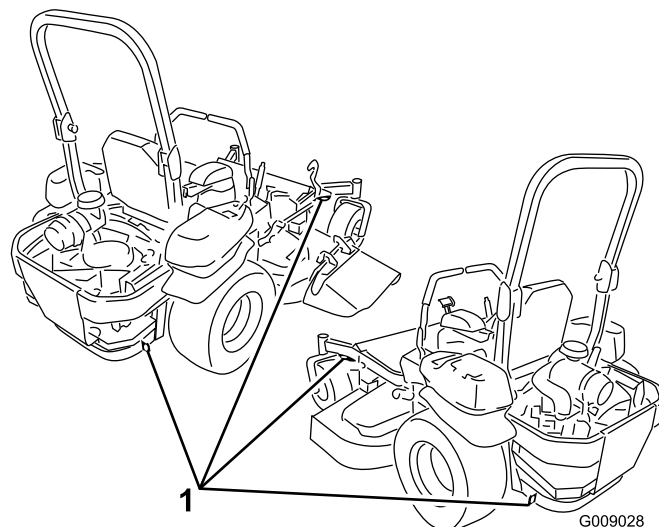

図 31
5. マシンにはロープ固定用のアイがついているので、チェーンやロープなどを使ってトラックやトレーラに機体をしっかりと固定する（図 31）